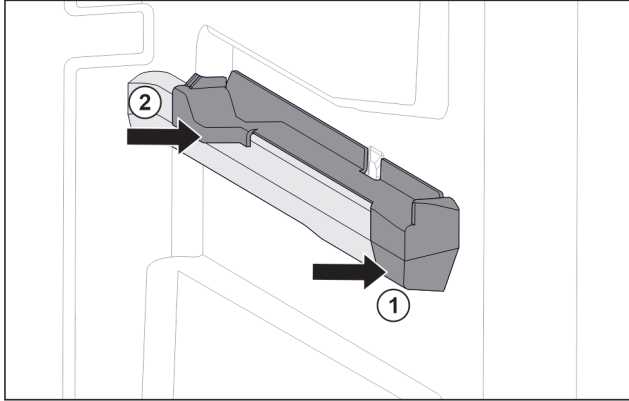

Fig. 119 Oikeanpuoleisen kannattimen kiinnitysosa
- Aseta kiinnitysosa edestä kannattimeen. Fig. 119 (1)
- Paina kiinnitysosa takaa paikalleen. Fig. 119 (2)